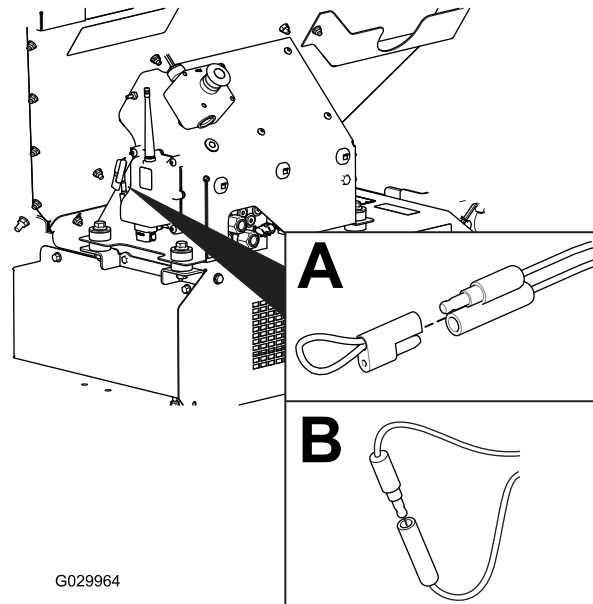

Figura 27
2. Saque el tapón con tira de unión de los dos conectores de diagnóstico desviados (Figura 27, A).
3. Conecte el diagnóstico, desvíe los conectores (Figura 27, B).
2. Desconecte los conectores de derivación diagnósticos (Figura 27, B).
3. Coloque el tapón en los dos conectores de derivación diagnósticos (Figura 27, A).